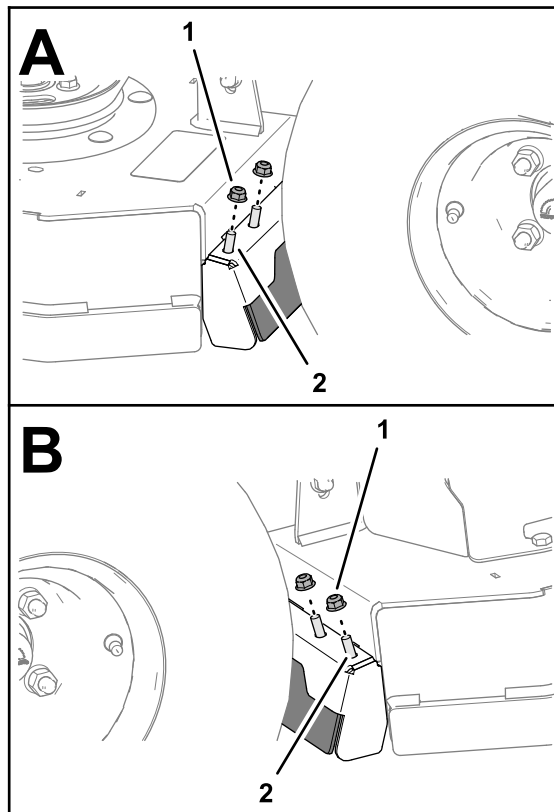

Bild 46
1. Entfernen Sie die beiden Sicherungsbundmutter ($\frac{5}{16}$ "), mit der die linke Ablenkblechstütze befestigt ist (**Bild 46**).
2. Entfernen Sie die beiden Sicherungsbundmutter ($\frac{5}{16}$ "), mit der die rechte Ablenkblechstütze befestigt ist (**Bild 46**).